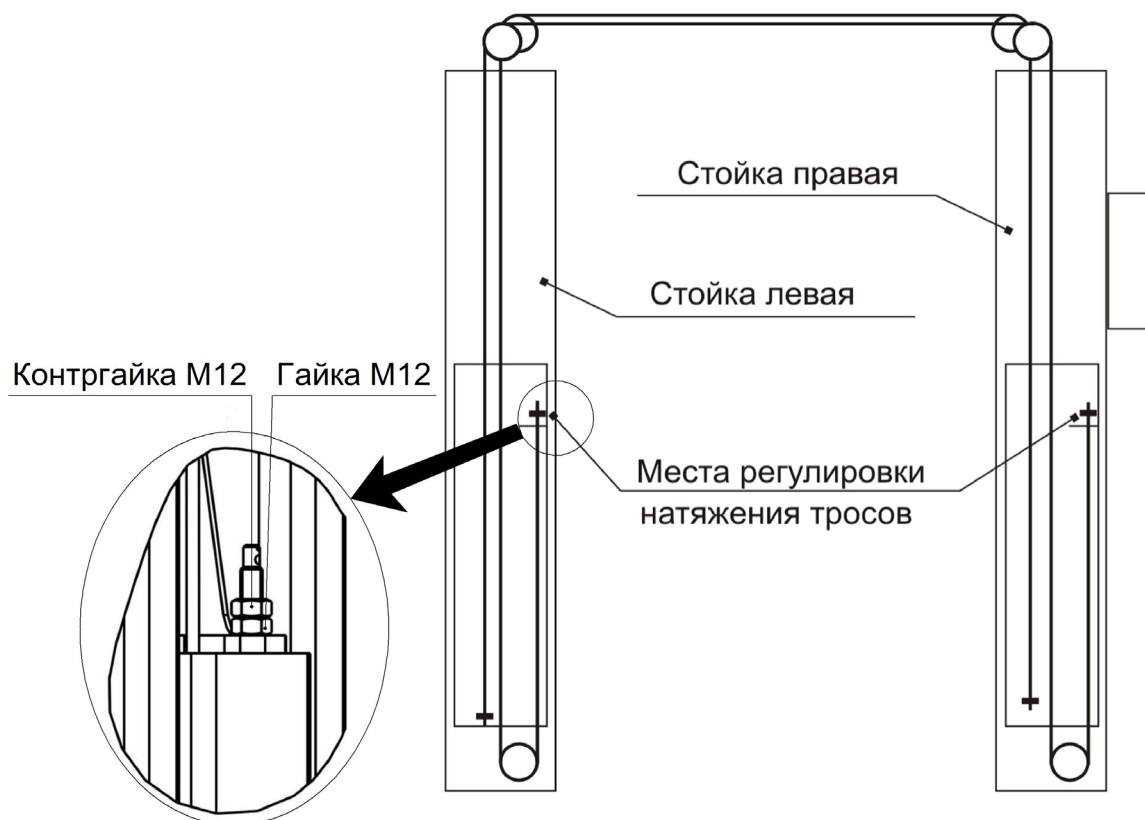

Рисунок 6.5 - Схема запасовки синхронизирующих тросов
6.7 Поднять погрузчиком или другими подъемными средствами каретки 4 и установить на защелки 14 (на высоте около 400 мм от пола). Установить тросы системы синхронизации кареток (рисунок 6.5).
7.2.1 Нажатием кнопки 20 поднять автомобиль, чуть выше требуемой высоты (защелки должны быть поджаты к стойкам, рисунок 6.5) и нажатием кнопки 21 опустить каретки 4 на защелки 14. Убедиться в том, что каретки 4 опустились на защелки 14 (при нажатии кнопки 21 каретки больше не опускаются). В этом случае гидравлическая система разгружена, вес автомобиля воспринимается стойками подъемника.